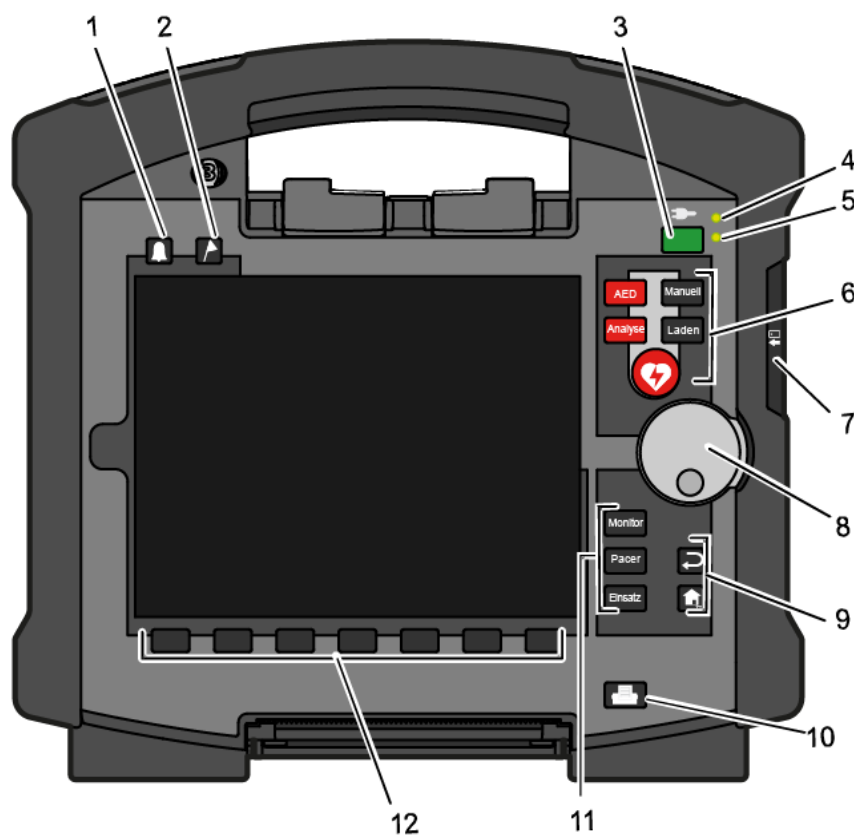

Bild 4-1 Monitoreinheit, Bedienelemente und LEDs
**Betriebsmoditasten** Mit folgenden Tasten (Bild 4-1, Pos. 11) werden die verschiedenen Betriebsmodi gewählt:
Die Funktionstasten **Zurück** und **Home** (Bild 4-1, Pos. 9) dienen zur Steuerung des Geräts:
Mit der Taste **Drucken** (Bild 4-1, Pos. 10) wird der Echtzeitausdruck der Kurven gestartet. Ein erneuter Druck auf die Taste **Drucken** bricht jeden laufenden Druckvorgang (Protokoll, R-EKG, Echtzeitausdruck) ab.
Die Softkeys (Bild 4-1, Pos. 12) sind, abhängig von dem laufenden Betriebsmodus oder dem gewählten Dialog, mit verschiedenen Funktionen belegt. Die aktuelle Funktion wird in der Softkey-Zeile angezeigt.
Mit der Taste **Alarm** (Bild 4-1, Pos. 1) wird die Alarmhistorie aller physiologischen und technischen Alarmer aufgerufen. In dieser Liste werden alle signalisierten Alarmer mit der Uhrzeit ihres Auftretens aufgelistet.
Wenn die Taste **Ereignis** (Bild 4-1, Pos. 2) kurz gedrückt wird, speichert das Gerät einen Zeitstempel, der die aktuellen EKG-Daten und Parameterwerte markiert. Anhand dieser Markierung können später diese Daten im Datenspeicher wiedergefunden, betrachtet und beurteilt werden. In der Nachrichtenzeile erscheint die Meldung "**Ereignis aufgezeichnet**".